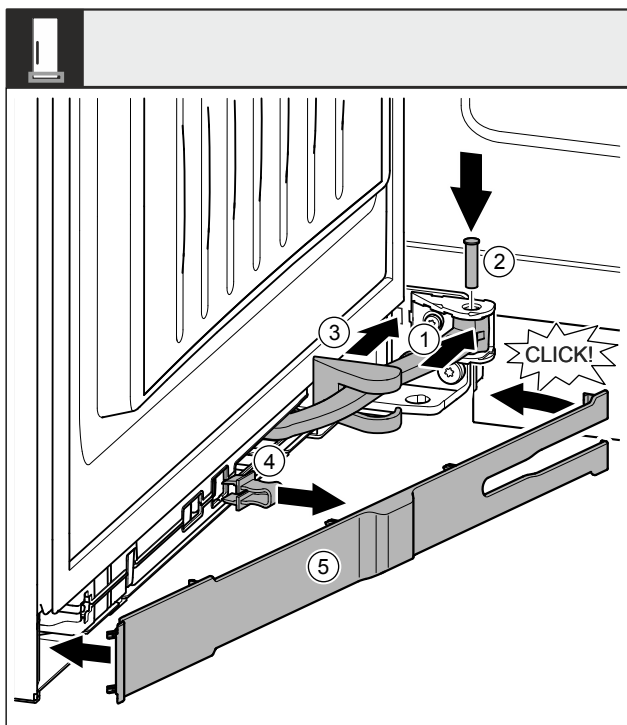

Fig. 54
- ▶ Scharnier Fig. 54 (1) in de ophanging draaien.
- ▶ Bouten Fig. 54 (2) met een schroevendraaier in de ophanging en scharnier steken. Let hierbij op dat het vergrendelingslipje juist in de groef zit.
- ▶ Lagerbokafdekking Fig. 54 (3) langs het scharnier schuiven en over de ophanging monteren.
- ▶ Beveiliging Fig. 54 (4) wegnemen.
- ▶ Panelen Fig. 54 (5) aan de greepzijde plaatsen en er indraaien.